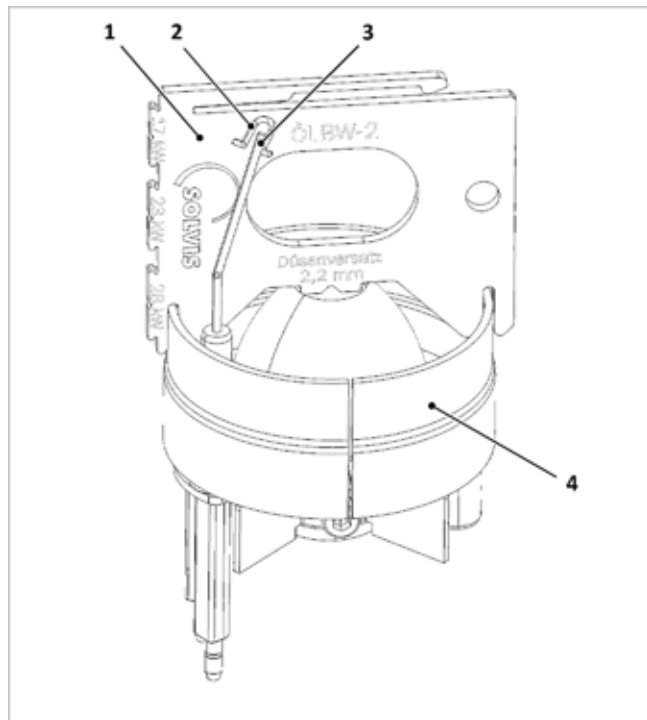

Fig. 149: Controllo degli elettrodi di accensione
1. Posizione degli elettrodi (3) come nella → fig. 149 da controllare ed eventualmente correggere piegando con cautela.
2. Controllo della lunghezza minima. L'estremità inferiore della finestra di controllo (2) del calibro di regolazione fornisce la lunghezza minima degli elettrodi di accensione. Se la lunghezza degli elettrodi è solo leggermente questi dovranno essere sostituiti.